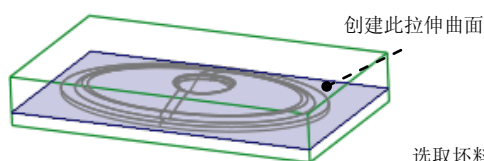
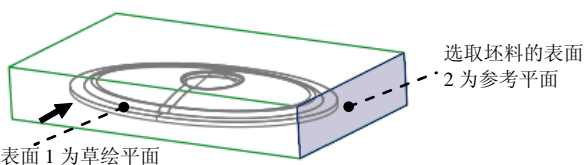

图 21.30 创建拉伸曲面
图 21.31 定义草绘平面
Step6. 通过“拉伸”的方法，创建图 21.30 所示的拉伸曲面。
(1) 取消坯料的遮蔽。
(2) 单击 **分型面** 功能选项卡 **形状** ▾ 区域中的 按钮，此时系统弹出“拉伸”操控板。
(3) 定义草绘截面放置属性。右击，从系统弹出的菜单中选择 **定义内部草绘...** 命令；在系统 的提示下，选取图 21.31 所示的坯料表面 1 为草绘平面，接受图 21.31 中默认的箭头方向为草绘视图方向，然后选取图 21.31 所示的坯料表面 2 为参考平面，方向为 **右**。然后单击 **草绘** 按钮。